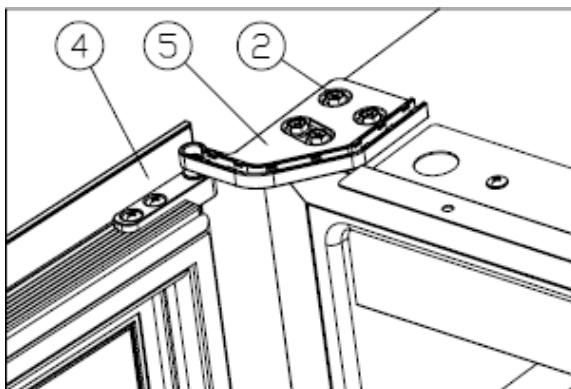

Figura 6
- Gire la puerta ④ 180 grados e inserte la bisagra superior derecha ⑤, apriete los tornillos. [Figura 6]